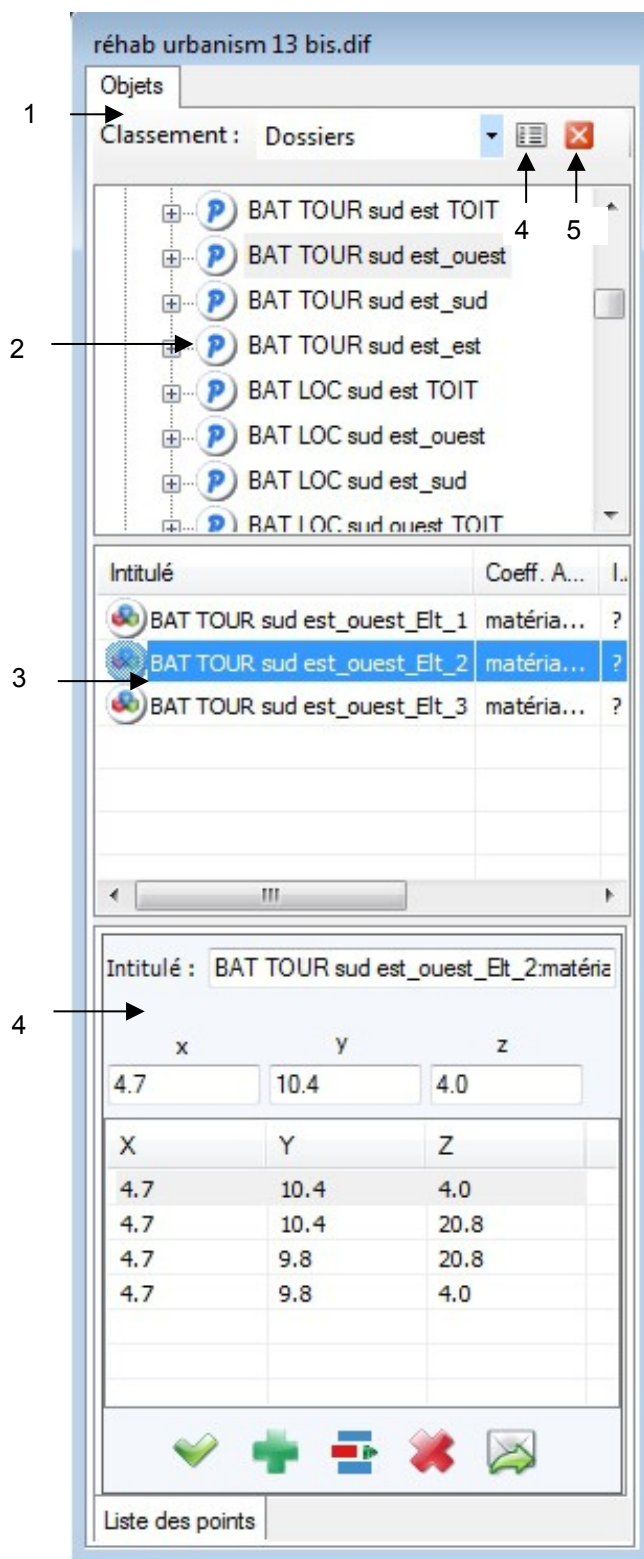

figure 8:
- rendre la paroi courante ou la sélectionner (contour jaune) √ (cf. figure 8),
Cet icône ouvre la fenêtre (figure 8) contenant l'arborescence des objets modélisés (2). Cette arborescence peut être classée selon les différents critères de la liste déroulante "Classement" :
- « **Envoi** », permet d'envoyer et de valider les coordonnées d'un point déjà existant dans la fenêtre de modélisation (figure 8, page 19), ce qui permet à l'utilisateur de ne pas resaisir manuellement les coordonnées de parois qui partagent les mêmes sommets.
**Précision (décimale)** : précision des points capturés à l'écran ou afficher dans la fenêtre la liste objets( figure 8),